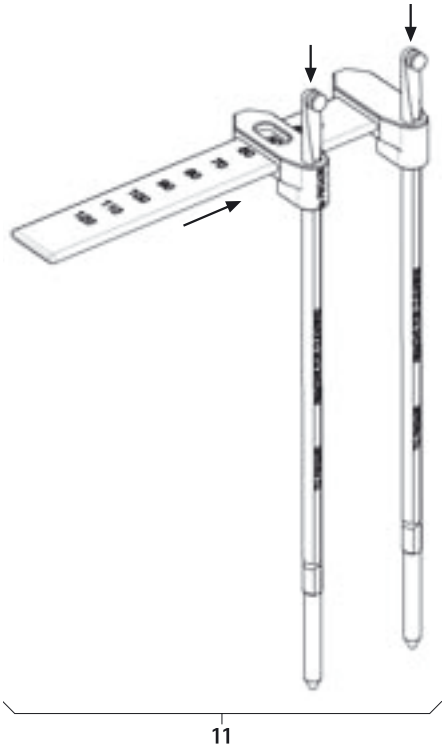

Fig. 17
- Montar o medidor do comprimento de barras **11**, ver Fig. 17.